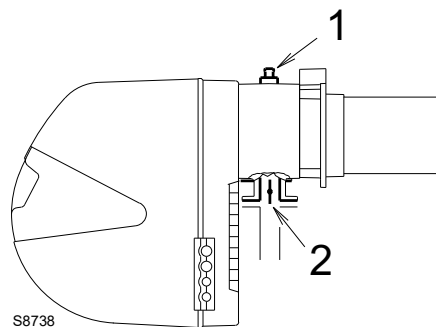

Fig. 18
Perte de charge de la tête de combustion. Pression gaz mesurée à la prise 1)(Fig. 18), avec:
Perte de charge vanne papillon gaz 2)(Fig. 18) avec ouverture maximale: 90°.
- soustraire de la pression du gaz à la prise 1) (Fig. 18) la pression de la chambre de combustion.
Pression de gaz à la prise 1)(Fig. 18) = 9,5 mbar
Pour connaître par contre la pression de gaz nécessaire à la prise 1) (Fig. 18), après avoir défini la puissance de modulation maximale à laquelle on désire faire fonctionner le brûleur:
- Lire sur la droite, colonne 1, la pression à la prise 1) (Fig. 18).
Pression nécessaire à la prise 1) (Fig. 18).